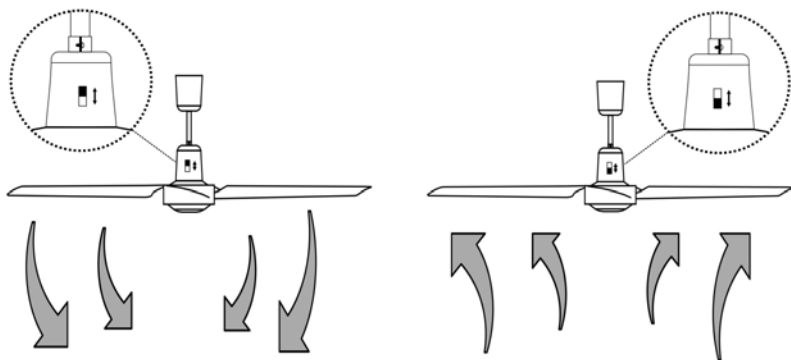

Fig. 8
- Avec l'interrupteur de rotation permet déterminer la direction du flux d'air si est nécessaire. (**Fig. 8**).